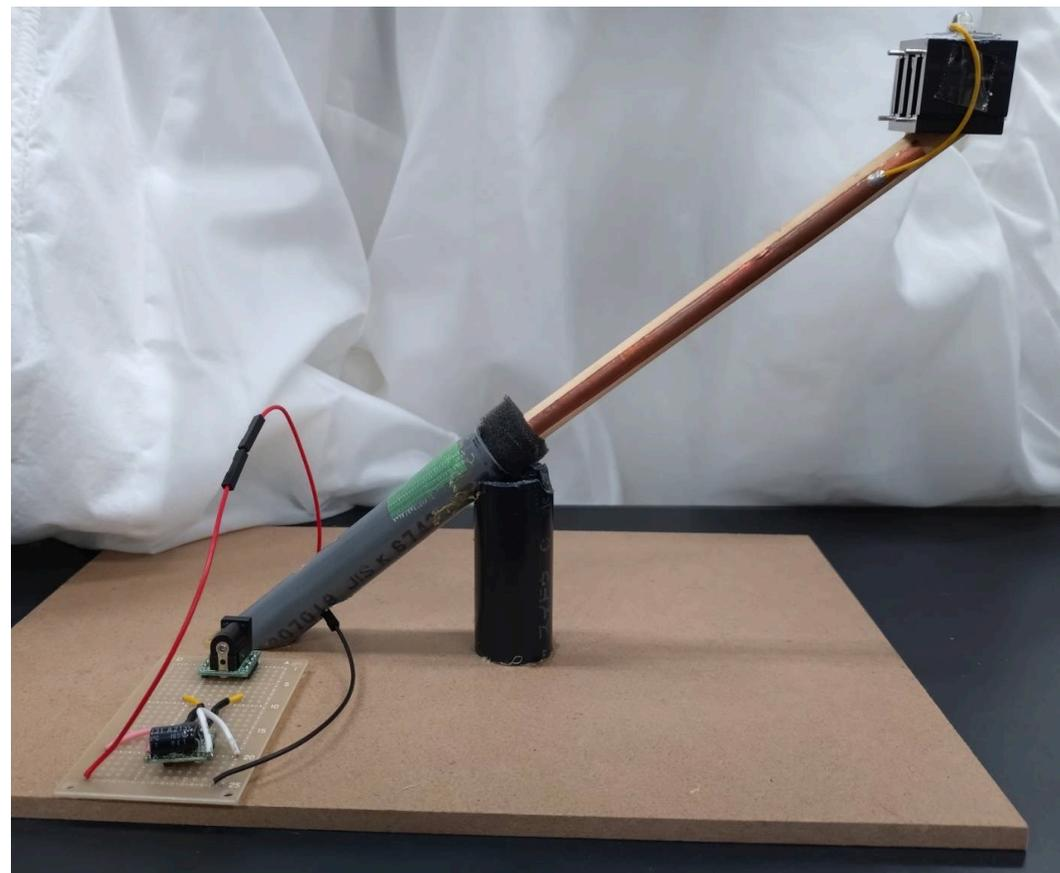

図1 回転機構全体
- ・銅テープを木製丸棒の両側面にお互いが接着しないように貼り付け、丸棒の先端にヒートシンクとLEDを接着したジャンパ線で銅テープとLEDを接着した(図1)